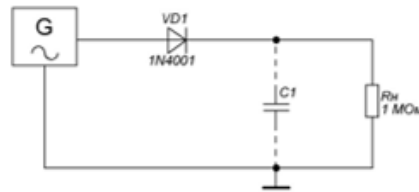

Рисунок 5.2 – Схема для изучения работы однофазного однополупериодного выпрямителя
8) Собрать схему однофазного однополупериодного выпрямителя в соответствии с рис. 5.2. В начальном случае схема собирается без сглаживающего конденсатора С1. Получить устойчивую осциллограмму напряжения на Rн. Подать с генератора сигнал амплитудой 5-10 В частотой 100-500 Гц.